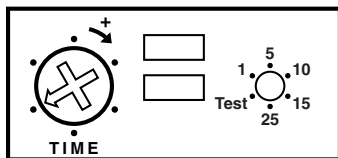

Figura 4 - Panel de control
3. Para probar, use un destornillador Phillips pequeño y gire el control de TIEMPO a la posición PRUEBA (TEST) (5 segundos) (vea la Figura 4). Vuelva a conectar el disyuntor.
Hay 6 ajustes precalibrados para el lapso de tiempo que las luces permanecen encendidas: Prueba (5 segundos), 1, 5, 10, 15 y 25 minutos. Use un destornillador Phillips pequeño para regular el control de TIEMPO (Vea la Figura 4). Gire el control hasta que se “coloque a presión” en la posición de tiempo deseada.